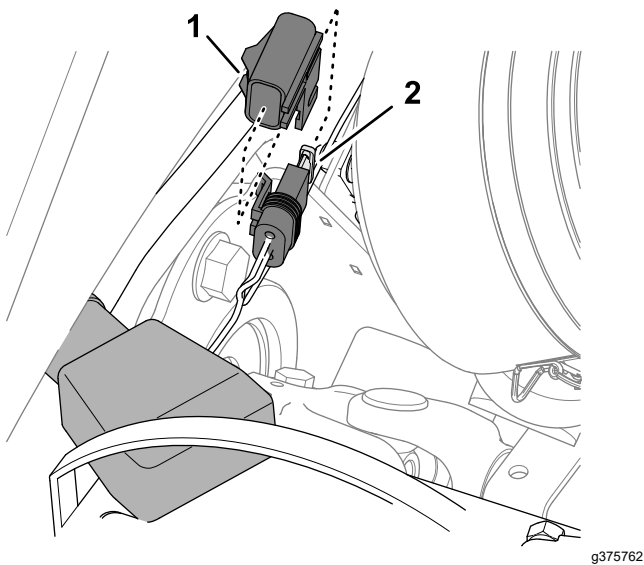

Figura 99
3. Localize o porta-fusíveis em linha que se encontra no interior da bateria (Figura 99).